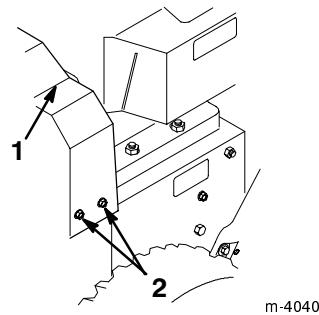

Figure 15
- Retirez les 3 vis de fixation du carter de courroie et mettez ce dernier de côté (Fig. 15).